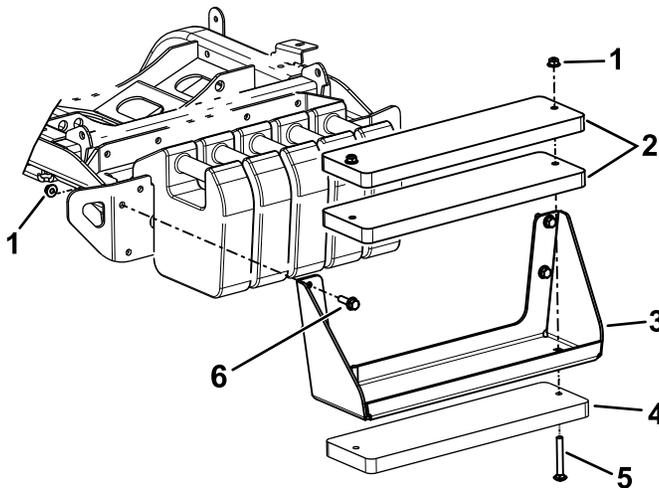

图 22
**注意** 请参阅图 22 了解这些步骤。
- A. 使用螺栓  $\frac{3}{8}$  x 4 英寸和螺母  $\frac{3}{8}$  英寸将 3 个配重块固定到支架上图 22。
- B. 使用六角头螺栓和螺母包含在套件中将配重块支架固定到机器上图 22。
- A. 从机器上卸下配重块支架图 22。
- C. 使用螺栓  $\frac{3}{8}$  x 4 英寸和螺母  $\frac{3}{8}$  英寸将 3 个配重块固定到支架上图 22。
- D. 使用之前卸下的五金件将配重块支架固定到机器上图 22。